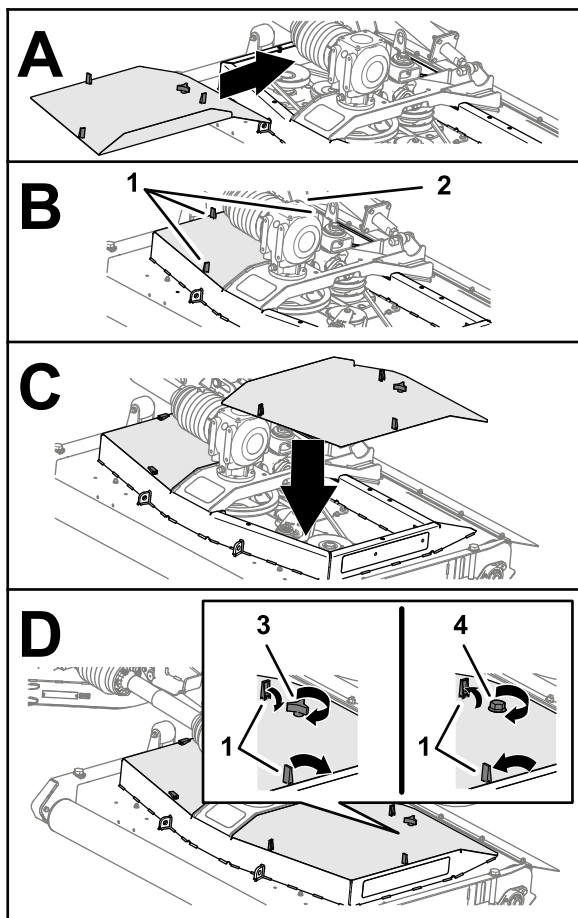

Figura 41
1. Alinhe os trincos da tampa da plataforma do cortador com os orifícios na plataforma do cortador (**Figura 41**).
2. Monte a tampa da plataforma na plataforma do cortador (**Figura 41**).
3. Prenda a tampa (**Figura 41**) da seguinte forma:
4. Prenda os 3 trincos que da tampa da plataforma do cortador (**Figura 41**).
5. Repita os passos 1 a 4 para as outras tampas que retirou (**Figura 41**).